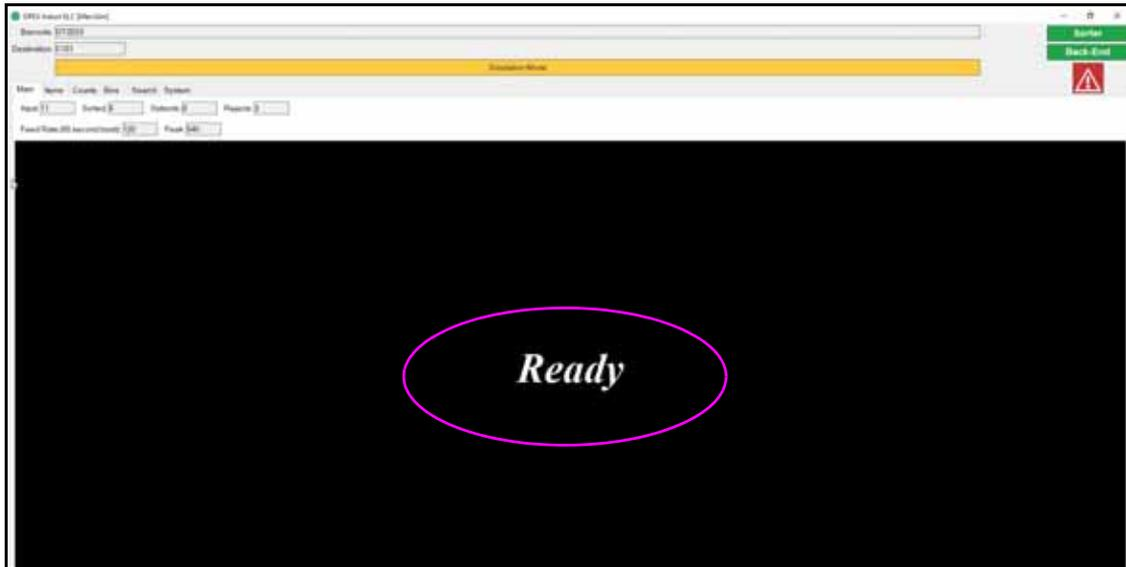

Figure 4-28: Pantalla OPEX Induct ELC
3. Cuando el sistema está preparado para introducir el primer artículo, la interfaz del software ELC mostrará la palabra "Ready" (ver Figure 4-28/Figura 4-28).